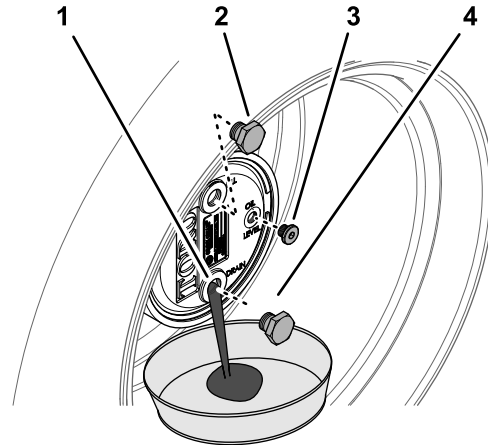

Figure 67
- Enlevez le bouchon de remplissage de la position 12 heures et le bouchon de contrôle de la position 3 heures (Figure 67).
- Placez un bac de vidange sous le moyeu du train planétaire, enlevez le bouchon de vidange à la position 6 heures et vidangez toute l'huile (Figure 67).
- Insérez le bouchon de vidange dans l'orifice de vidange du carter de train planétaire (Figure 67).